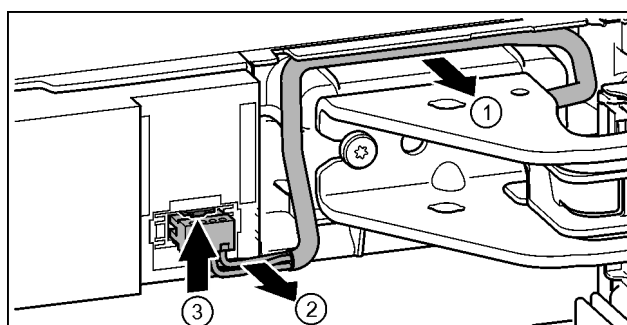

Fig. 23
- ▶ Kabel über Lagerbock vorsichtig aus der Führung lösen. Fig. 23 (1)
- ▶ Kabelkitzen vorsichtig aus Kanal ziehen. Fig. 23 (2)
- Lasche nach oben drücken und Stecker vorsichtig herausziehen. *Fig. 23 (3)*